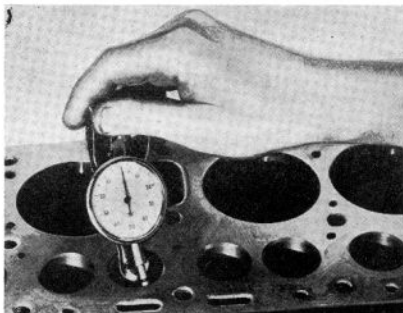

FIGURE 4.—Vérification des sièges de soupape.
13. Enlever la calamine sur la culasse, le dôme des pistons, les sièges des soupapes et le bloc cylindres et nettoyer les guides de soupapes avec une brosse. Nettoyer les soupapes avec une brosse métallique rotative en s'assurant que toute la calamine est enlevée du dessus et du dessous des têtes de soupapes, ainsi que la gomme qui pourra s'être accumulée sur les tiges. La tête des soupapes devra ensuite être chanfreinée à un angle de 45°. Si les sièges de soupapes dans le bloc cylindres montrent des marques d'usure excessive, il est recommandé de rectifier les sièges et de les vérifier au comparateur (fig. 4). Ensuite, à la main, retoucher les soupapes en les rodant sur leur siège avec de la poudre d'émeri fine. Le jeu entre la tige de soupape d'admission et le guide de soupape est de 0,04 mm à 0,083 mm (0.0015'' à 0.00325''); le jeu entre la tige de soupape d'échappement et son guide est de 0,05 mm à 0,095 mm (0.002'' à 0.00375''). Un jeu excessif entre la tige de soupape et son guide occasionne une fermeture défectueuse et les soupapes sont rapidement grillées. S'il y a trop de jeu entre la tige de soupape d'admission et le guide de soupape, il y aura tendance, pendant l'admission, à introduire des vapeurs d'huile dans la chambre de combustion, et il en résultera une consommation excessive d'huile, des détériorations de bougies et un mauvais rendement au ralenti.